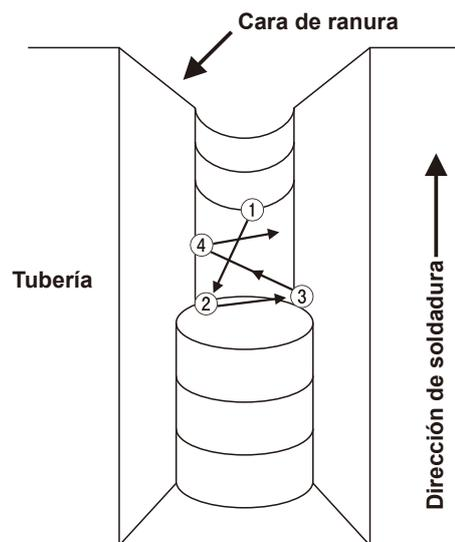

Fig. 5 — La Técnica del Paso Anterior en Posición Vertical-Arriba Soldadura de tuberías
- (2) Usar la técnica del paso anterior al inicio de arco para prevenir la ocurrencia de porosidad en el área inicial del cordón de soldadura como está ilustrado en la Fig. 5. Esta figura muestra la técnica de paso anterior en la posición vertical-arriba cuando se suelda una tubería fijada horizontalmente. Esta es una práctica común para todos los electrodos de bajo hidrógeno.